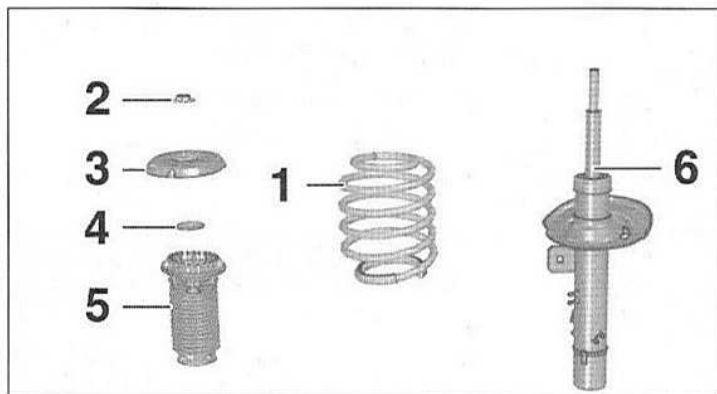

FIG. 15
- Déposer l'écrou (2) de tige d'amortisseur, en contre-serrant cette dernière par son empreinte 6 pans creux (Fig.15).
- le palier supérieur (3) avec la butée à billes,
- la rondelle (4),
- la coupelle supérieure (5), avec le soufflet et la butée élastique,
- le ressort (1),
- l'amortisseur (6).